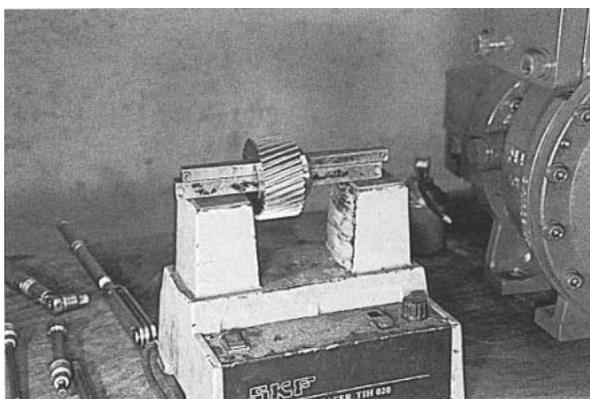

Рис. 150
38. Нагрейте ведущую шестерню до температуры 80°C - 90°C (рис. 150)